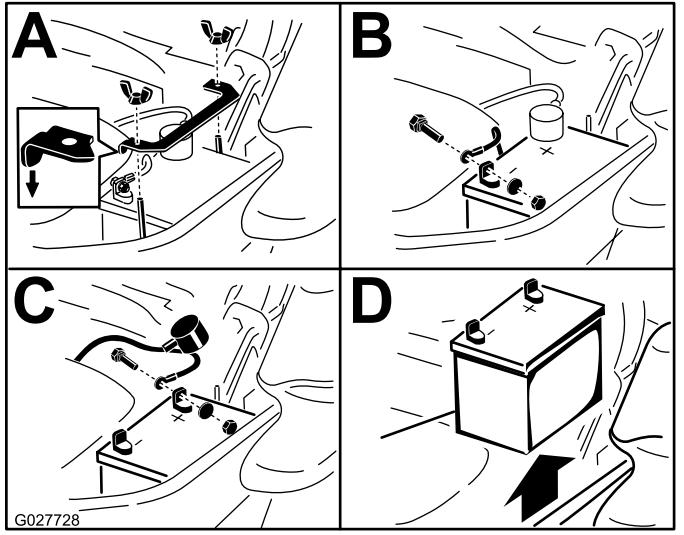

Figure 74
- Retirez la batterie, comme montré à la Figure 74.